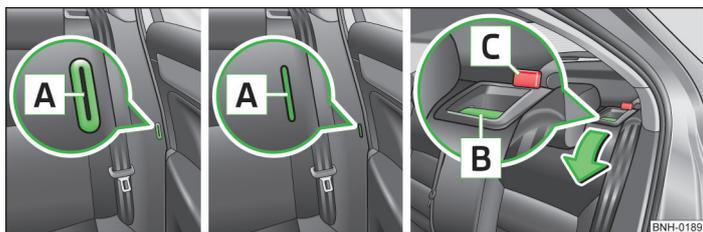

Fig. 41 Apertura para introducir la lengüeta del cierre: Rapid / Rapid Space-back / abatir el respaldo hacia adelante
- Introducir la lengüeta de cierre del cinturón de seguridad en el orificio **A** » fig. 41 situado en el lado correspondiente del vehículo. Posición de seguridad.